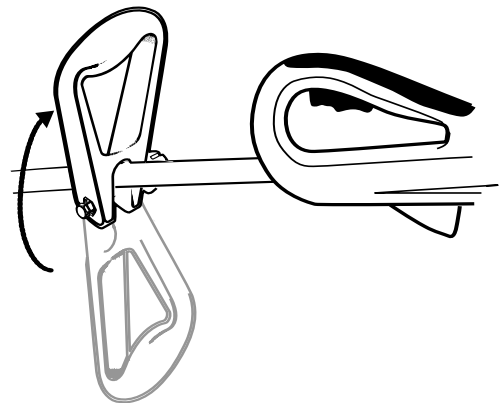

Fig. 4
1. Desserrer le bouton de réglage et faire tourner la poignée vers le haut du manche (Figure 4).